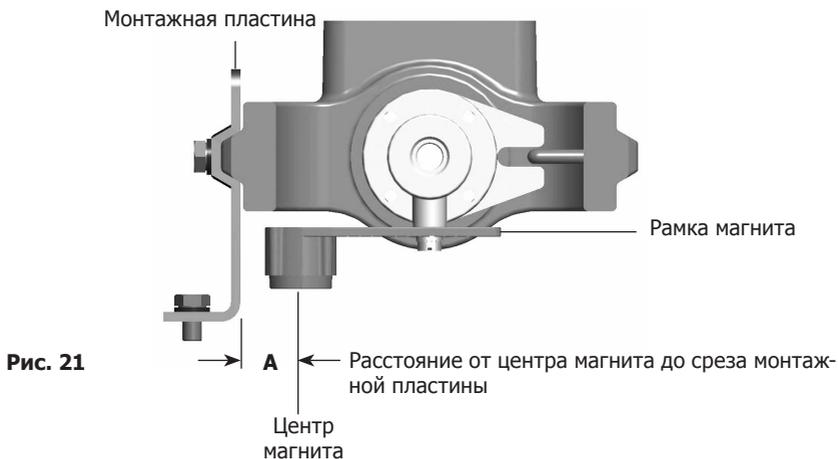

Рис. 21
5.2.3 Если используется пневмопривод отличного от Spirax Sarco производителя, выставите магнит так, чтобы размер 'А' между центром магнита и линией среза монтажной пластины составлял 25 мм (рис. 21).